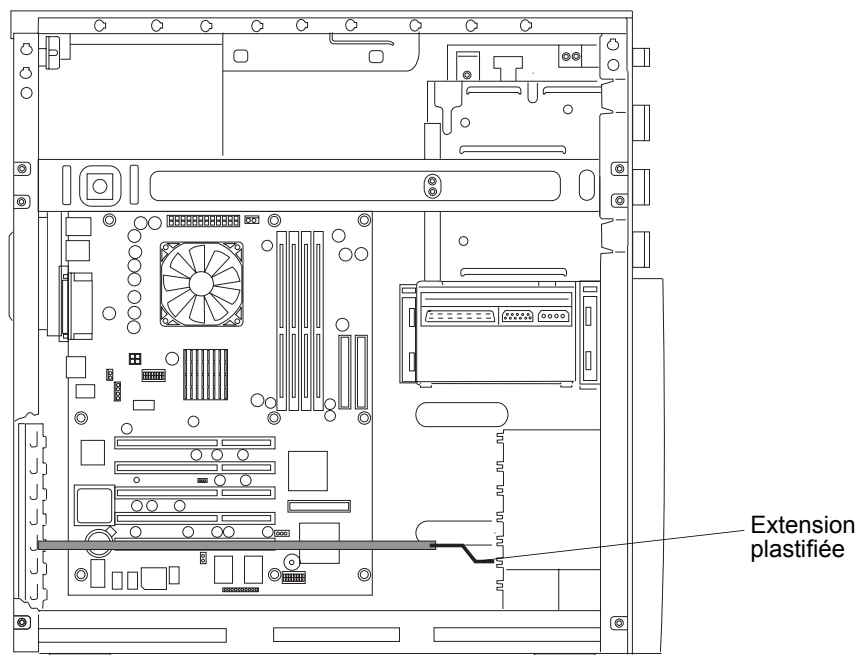

Figure 3-23. Extension plastifiée pour carte PCI
REMARQUE	Avec certaines cartes PCI pleine longueur, il se peut qu'une "extension" plastifiée doive être insérée à l'une des extrémités pour stabiliser la carte. Le cas échéant, il est recommandé de mettre en place cette extension avant d'installer la carte dans le serveur. Voir la Figure 3-23 .
**REMARQUE** Il arrive qu'une "extension" plastifiée doive être utilisée pour stabiliser certaines cartes pleine longueur dans les logements 1 à 5. Voir la Figure 3-23.